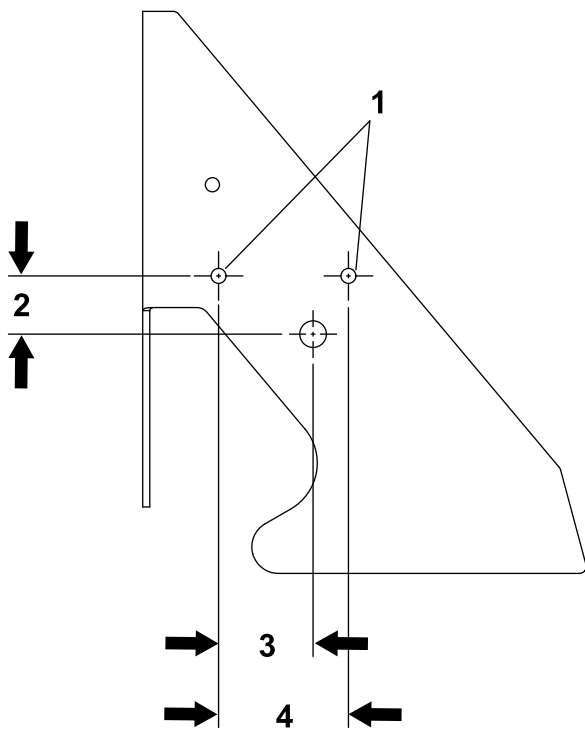
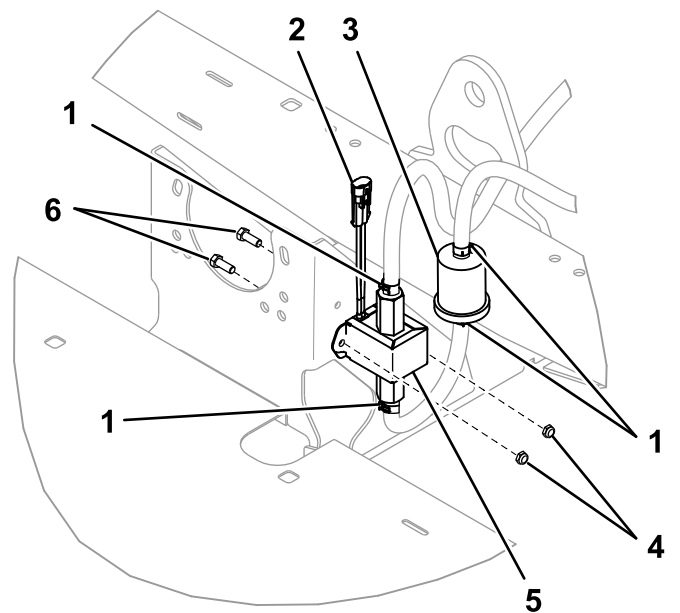

図 11
図 12
この手順では 図 1、図 11、図 12 を使用してください。
5. フレームの後プレートに 図 11 のように直径 7.1mm 9/32" の穴を2つあける。